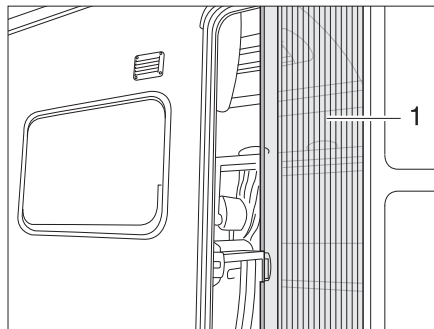

Fig. 24 Protección contra insectos
- Extraer la protección contra insectos (Fig. 24,1) por el listón completamente.
- Regresar la protección contra insectos (Fig. 24,1) por el listón a su posición inicial.